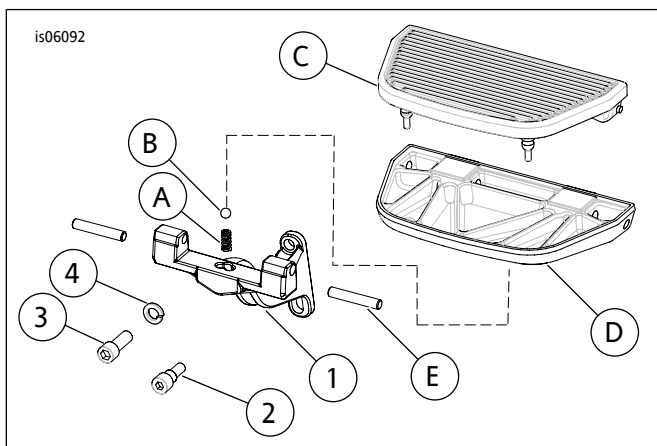

图2。维修零件：减距脚踏板支撑架套件
参见图2和表1。
4. 参见图2。通过脚踏板支架(1)上的槽将带肩螺栓(2)插入后回转臂支架上所需高度的孔中。拧紧至 5-8 N·m (48-72 in-lbs)。